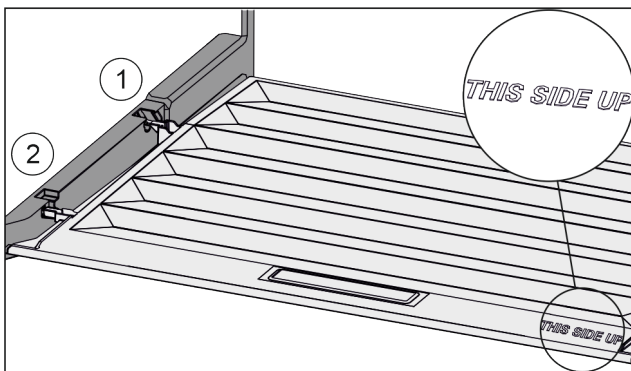

Fig. 91
- ▶ Introduire les rainures du couvercle par l'orifice du support arrière Fig. 91 (1) et les enclencher à l'avant dans le support Fig. 91 (2).